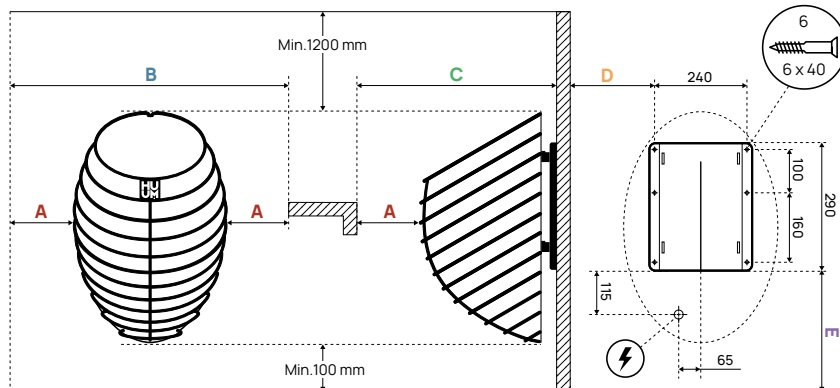

Figura 1. Collocazione del riscaldatore.
- L'apertura per il cavo di alimentazione si trova sul retro del riscaldatore. La posizione esatta del cavo sulla parete viene misurata in relazione alla piastra di montaggio del riscaldatore ed è stata indicata nella **Figura 1**.